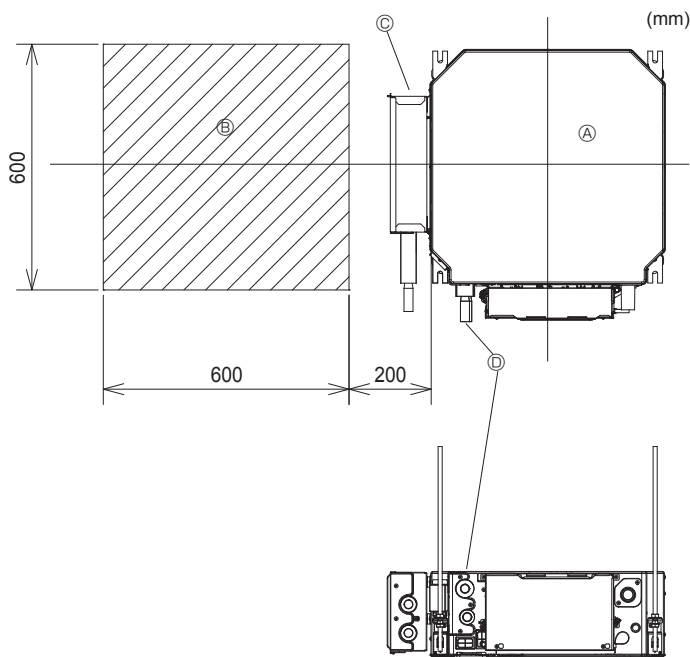

Fig. 4-8
4.5.1. Préparation à l'installation du KIT DE VANNE en option (Fig. 4-8)